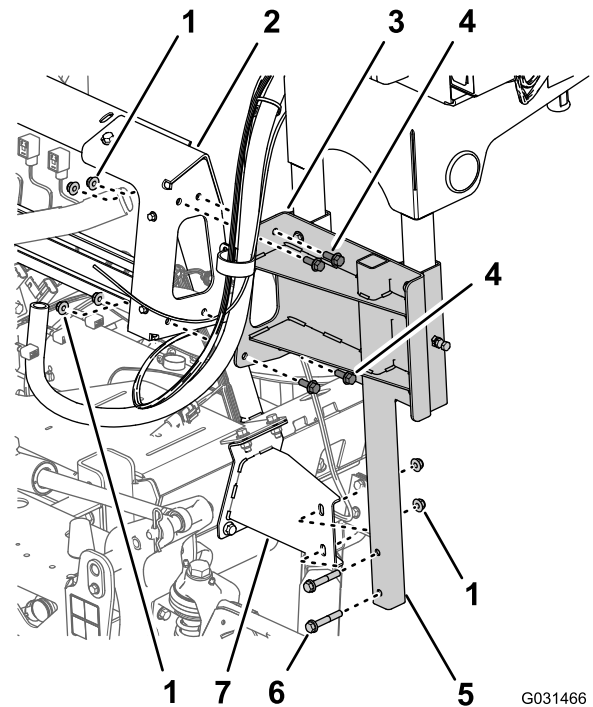

图 22
2. 拆下将可偏转软管卷的下管子架固定至机器右机架安装槽上的安装支架的 2 个凸缘头螺栓 $\frac{3}{8}$ x 2 $\frac{1}{4}$ 英寸和 2 个凸缘锁紧螺母 $\frac{3}{8}$ 英寸图 22。
3. 拧下将可偏转软管卷支撑槽固定至喷水阀歧管安装架的 4 个凸缘头螺栓 $\frac{3}{8}$ x 1 英寸和 4 个凸缘锁紧螺母 $\frac{3}{8}$ 英寸图 22。